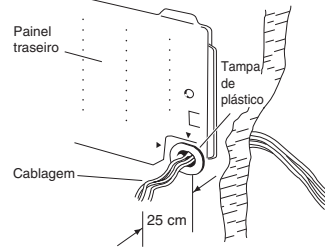

Fig. 3-50
- Insira a cablagem entre unidades no tubo PVC através da parede. Encaminhe a cablagem de alimentação para a sala, permitindo uma extensão de aproximadamente 25 cm desde a superfície da parede. (Fig. 3-50)